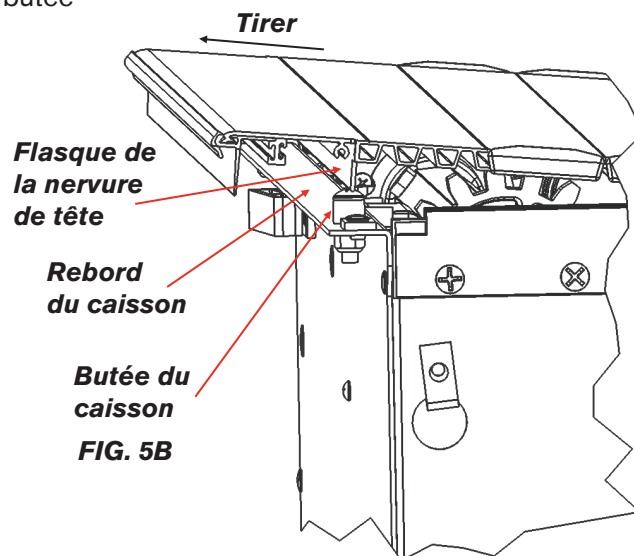
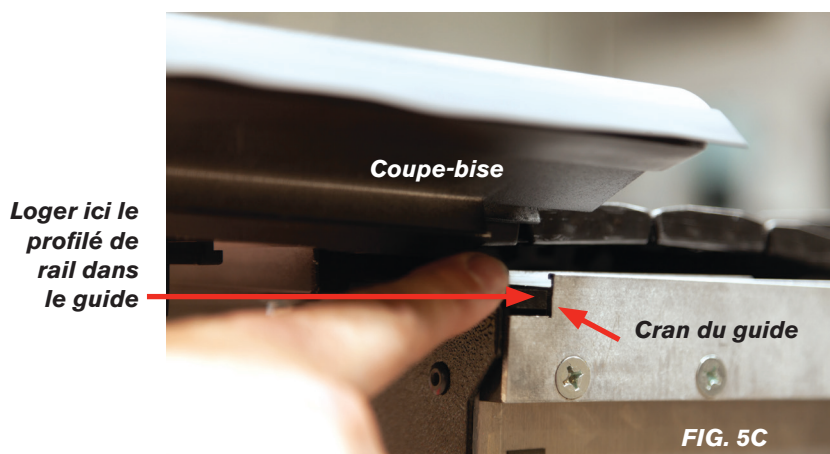

FIG. 5B
FIG. 5C
- Tirer d'abord légèrement le couvre-caisse pour que le flasque de la nervure de tête dépasse le rebord et la butée du caisson (Fig. 5B).
La Figure 5B montre une nervure de tête qu'il faut tirer vers le hayon. Loger le rail dans le guide du caisson en le tournant un peu pour que le coupe-bise ne se replie pas sur le guide (Fig. 5C).